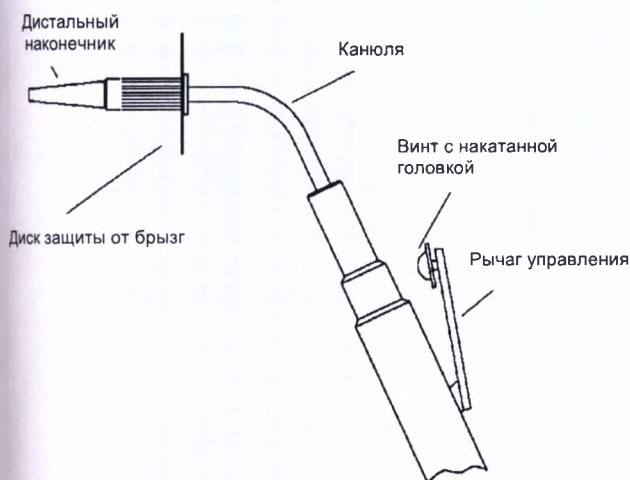

Рис. 3
Вода нагревается в резервуаре из нержавеющей стали до 38°C. С помощью рукоятки для промывания (Рис. 1 (4)) можно легко контролировать давление струи воды. Конечное положение рычага управления может быть отрегулировано с помощью винта с накатанной головкой. Из соображений безопасности струя воды должна быть отрегулирована таким образом, чтобы ее давление было как можно меньше. Дистальный наконечник рукоятки для промывания (Рис. 3) должен дезинфицироваться или стерилизоваться после каждого пациента. Если температура воды существенно отличается от 38°C, устройство для промывания нельзя использовать в лечебных процедурах. Сообщите об этой неисправности в службу по работе с клиентами.
При первом наполнении резервуара водой необходимо выпустить имеющийся в нем воздух. Выпуск воздуха также потребует после полного опустошения резервуара и последующего наполнения его водой. Нажмите кнопку "Water pump – ON/OFF" («Водяной насос – ВКЛ/ВЫКЛ»), расположенную на передней панели аппарата, и удерживайте ее около 10 сек. После этого нажимайте на рычаг управления рукоятки для промывания водой (Рис. 3) до тех пор, пока из рукоятки не появится струя воды.